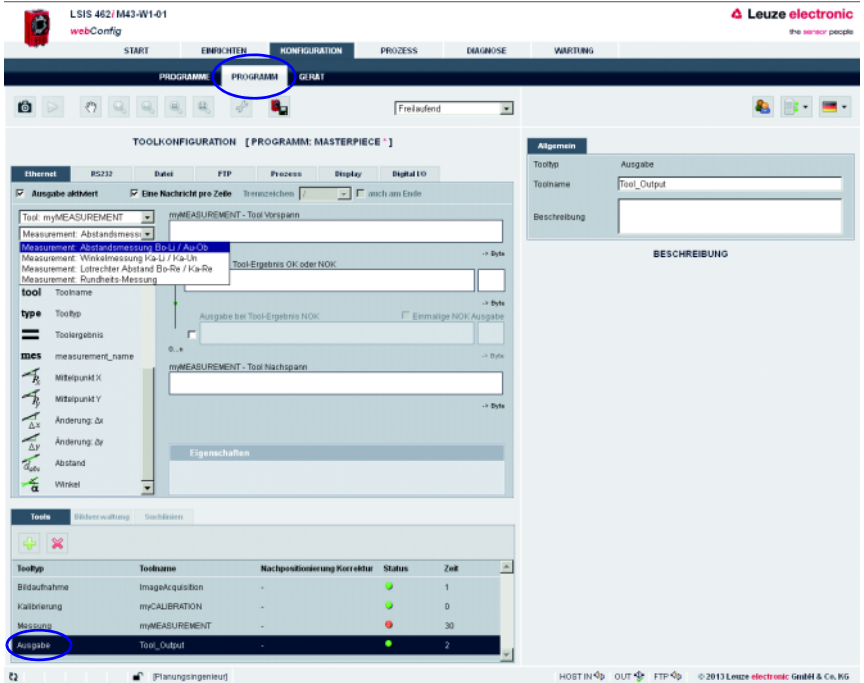

Bild 4.43: Fenster zur Konfiguration der Ausgabe
- ↳ Definieren Sie in dem Listenfeld zunächst, ob Sie den Vorspann, Messungen aus dem Tool "Messung" (siehe Bild 4.43) oder den Nachspann konfigurieren wollen.